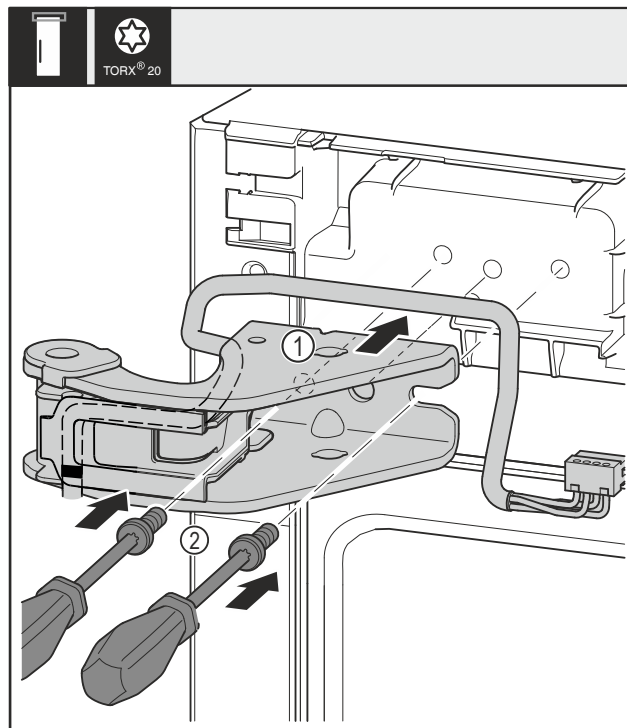

Fig. 32
- Aplicaţi suportul de lagăr superior Fig. 32 (1).
- Introduceţi şi înşurubaţi ferm şuruburile Fig. 32 (2) cu şurubelniţa.